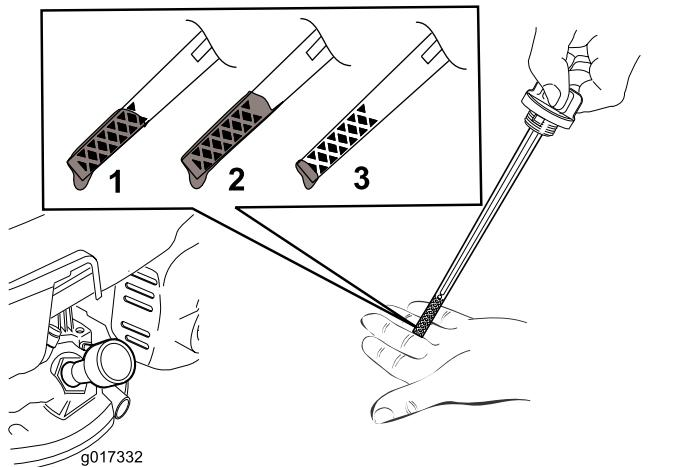

図 6
2. ディップスティックを外す図 6。
**注** ディップスティックで量を確認しながら 図 6 に示される適正量までオイルを入れる。オイルを入れすぎてしまった場合には、「エンジンオイルの交換」の項に従って余分なオイルを抜き取ってください。